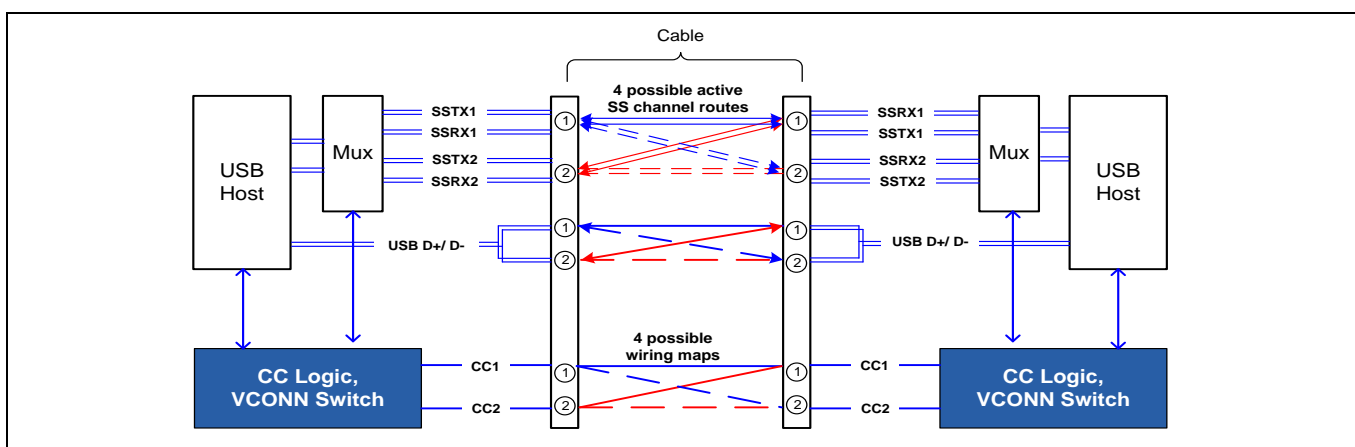

Figure 6 ケーブルがねじれる場合
同様に Figure 6 に示すように、UFP はそのスーパースピード USB 信号ペアを適切に割り当てるために機能スイッチを制御することができます。接続と方向が確立した後に、DFP はプラグの VCONN ピンからケーブルに電力供給するよう CC1 または CC2 の使用目的を変更します。Type-C の接続と方向の検出メカニズムの詳細は Type-C 仕様を参照してください。
* (1) と (2) については Figure 6 を参照してください。